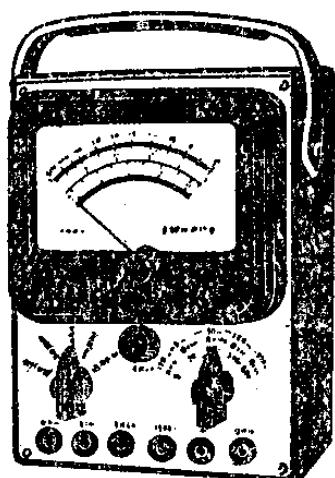

图 2-10
4. 万用电表：万用电表一般可用来测量直流电流、交流电流、直流电压、交流电压和电阻的大小，如图 2-10。它的构造除了和上面介绍过的三种电表一样有一只磁电式表头和一只刻度面板以外，还有一组综合性的电路和转换开关。至于万用电表的用法，每一只表里都有详细说明，这里不介绍了。